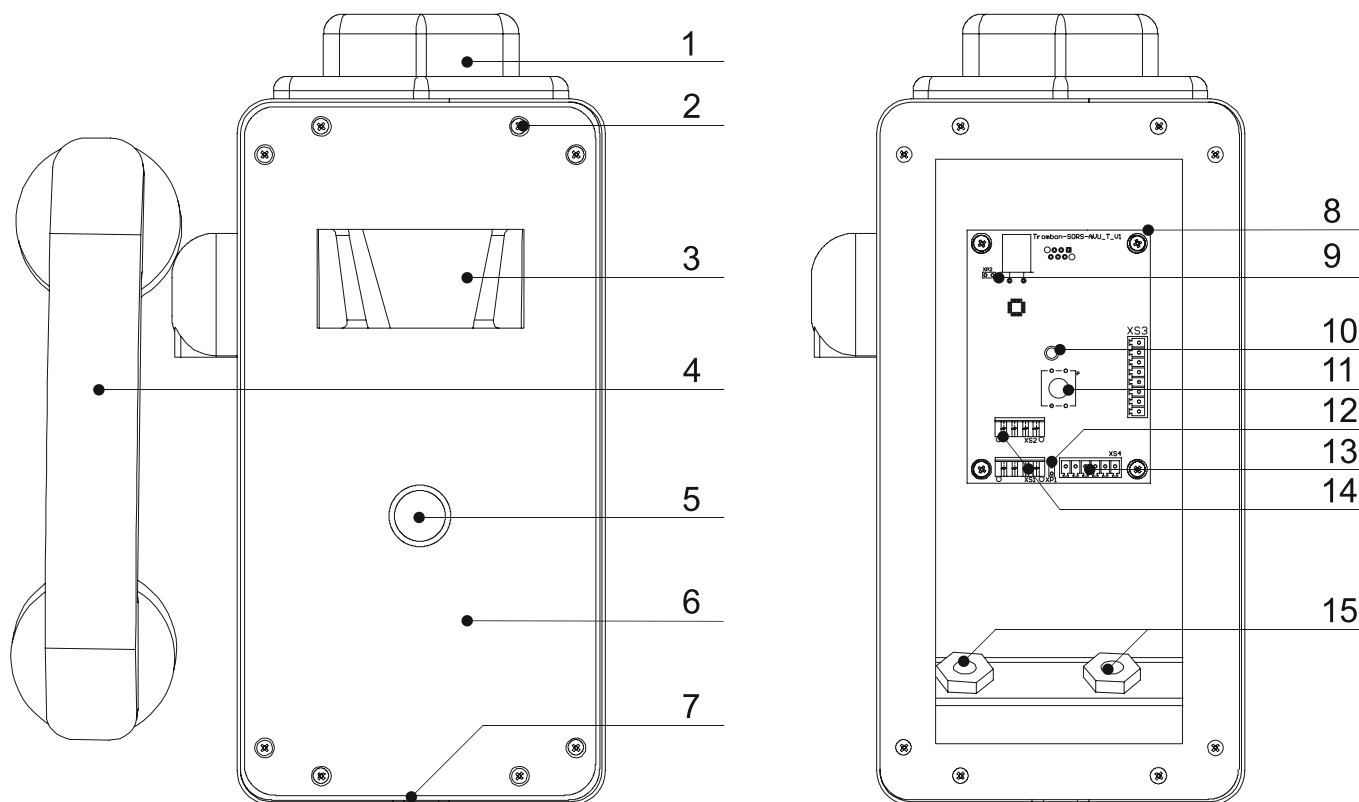

Рисунок 1. Внешний вид АВУ и вид на АВУ со снятой крышкой.
АВУ имеет два 4-х контактных разъема рис. 1. поз. 14. Разъемы включены параллельно и предназначены для питания АВУ и организации связи с ЛБС и другими вызывными устройствами по интерфейсу RS485.
Шести контактный разъем рис. 1 поз. 13 предназначен для подключения кабеля от крышки АВУ к печатной плате устройства. Данный кабель должен быть подключен по окончании монтажа АВУ, перед установкой крышки.
3). Снимите крышку АВУ. Подключите к разъемам рис. 1, поз. 14 линии связи с ЛБС и другими АВУ системы. АВУ подключаются к линии связи с ЛБС последовательно, соединений типа «звезда» на одной линии не допускается. Для удобства подключений АВУ имеет два разъема, контакты которых соединены параллельно. К одному разъему подключается линия связи от ЛБС или предыдущего АВУ в линии, ко второму – линия связи со следующим АВУ. Назначение разъемов и контактов АВУ указано в приложении 1. Схема подключения АВУ к ЛБС приведена в приложении 2.
4). Включите согласующие резисторы у последних АВУ в каждой линии. Включение резистора выполняется установкой перемычки на два контакта рис. 1, поз. 12.
б). Подключите кабель от крышки АВУ к разъему рис. 1 поз. 13. Установите крышку АВУ на место, закрепите ее винтами.
При изменении конфигурации системы или установке в систему ранее использованного АВУ, необходимо выполнить смену его адреса на заводской (по умолчанию). Только после этого возможно запрограммировать это АВУ в систему. Для смены адреса на заводской необходимо на клеммы АВУ рис. 1 поз. 9 установить перемычку, после этого подать питание на АВУ. Адрес АВУ будет заменен на заводской. После этого необходимо снять перемычку и запрограммировать АВУ в систему.